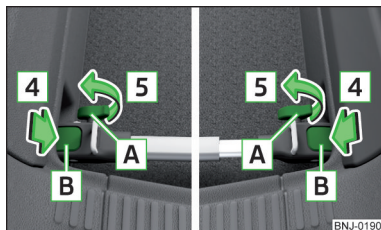

Bild 111
- Tryck in hållarna **B** » bild 111 i pilens riktning **4** tills de klickar fast.